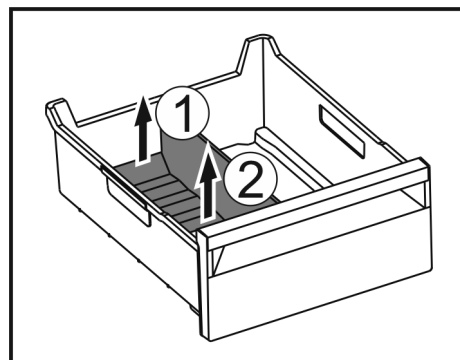

Fig. 153
- ▶ Levantar la parte posterior del separador para congelador. *Fig. 153 (1)*
- ▶ Extraer el separador para congelador hacia arriba. *Fig. 153 (2)*